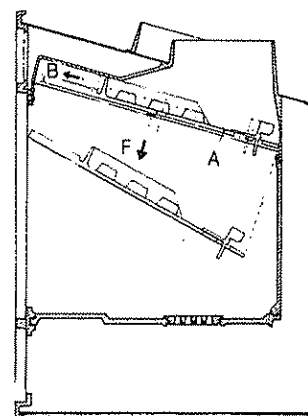

Fig. 2
2.º Deslizar a placa deflectora "A" para a frente (d direcção "B") até fazer coincidir os dois pivôs de fixação dos laterais com os entalhes que esta tem, conseguindo-se que a placa caia (d direcção "F"). (Fig.2).